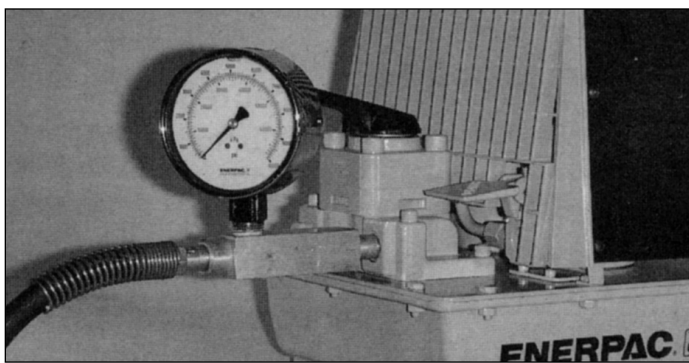

Figure 1 - Installation du manomètre
1. Appliquer un produit d'étanchéité sur le manomètre, le raccord de tuyau NPT de l'adaptateur du manomètre. Effectuer les raccordements comme illustré à droite (Figure 1).